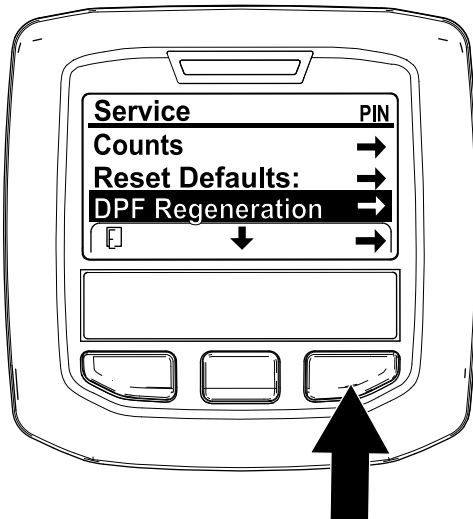

Figura 59
1. Accesați meniul Service și apăsați butonul central pentru a derula în jos la opțiunea DPF REGENERATION (REGENERARE DPF) (Figura 59).
2. Apăsați butonul din dreapta pentru a selecta accesarea Regenerării DPF (Figura 59).